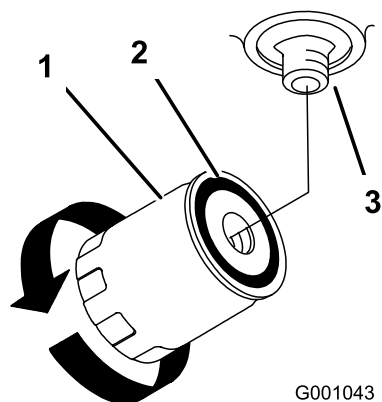

Figura 75
- Togliete il filtro usato e tergete la superficie della guarnizione dell'adattatore del filtro (Figura 75).
- Montate il filtro di ricambio sul riduttore. Girate il filtro in senso orario finché la guarnizione di gomma non tocca l'adattatore, quindi serrate il filtro di un altro mezzo giro (Figura 75).